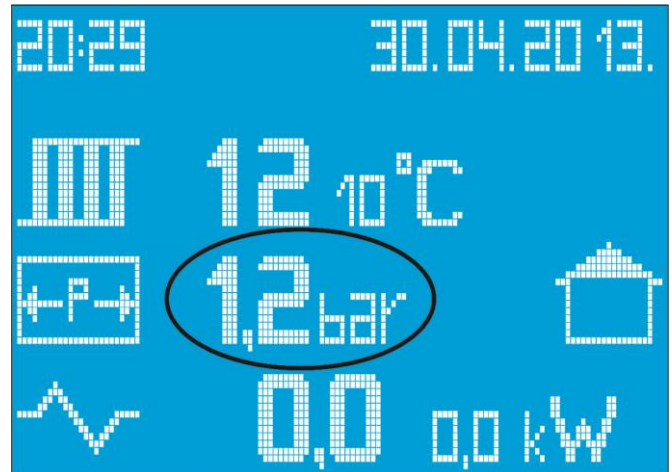

Bild 5: Display mit Druckbezeichnung
- ▶ Entlüften Sie den Kessel über das Entlüftungsventil (Abb. 5 und 6).